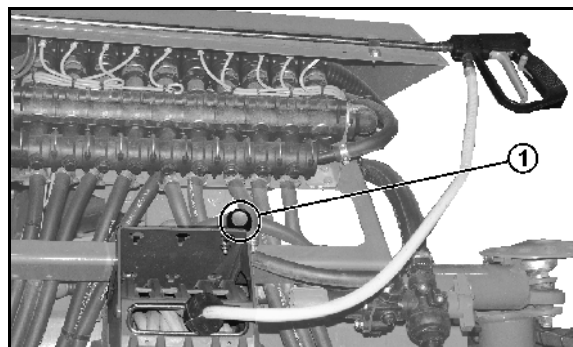

Fig. 120
- facilitează o recirculare continuă a lichidului în conductele de stropire în cazul în care este conectat sistemul de recirculare sub presiune. Pentru aceasta, fiecărui segment de lățime parțială îi este alocat un furtun cu racord de spălare (Fig. 120/1).
- un furtun racord de spălare (Fig. 120/1) per lățime parțială.